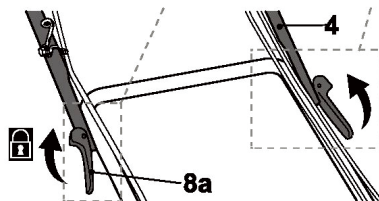

Fig. 4
- Déplier la poignée supérieure (4) et vérifier que les dents des disques (8b, 8c) sont bien imbriquées.
- Verrouiller les leviers de fixation (8a) pour la fixer (Fig. 4).